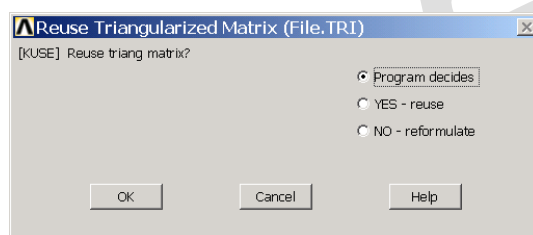

图5.54 选择是否重新使用TRI文件
(5) 单击 Main Menu>Solution>Load Step Opts>Other>Reuse Tri Matrix 菜单，弹出如图 5.54 所示的对话框。选择是否要重新使用三角化矩阵。